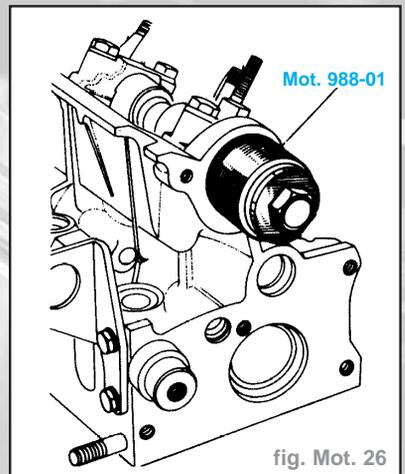

fig. Mot. 26
- Joint côté distribution (fig. Mot. 26).